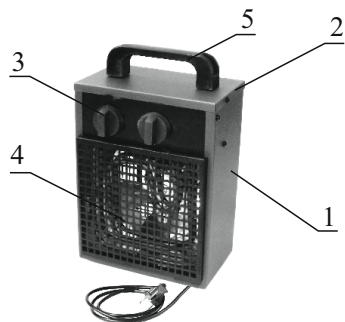

рис.1 Тепловентилятор
5.1 Схема тепловентилятора представлена на рис. 1